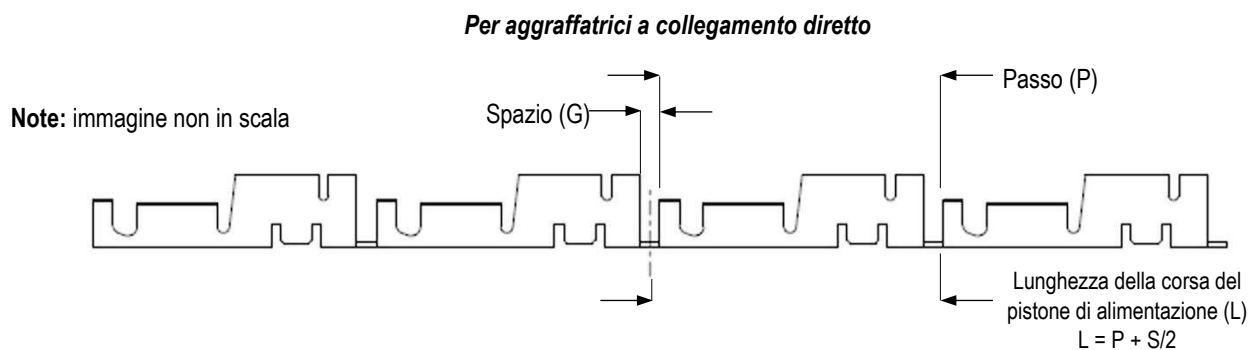

Figura 22
3. Ruotare la rotella di regolazione sulla dimensione "L" appropriata al terminale da lavorare. Fare riferimento al disegno del cliente per la dimensione "L" dei terminali AMPLIVAR. Se i dati non sono disponibili, impostare la "L" sul passo del terminale più metà dello spazio tra i terminali (vedere Figura 22).